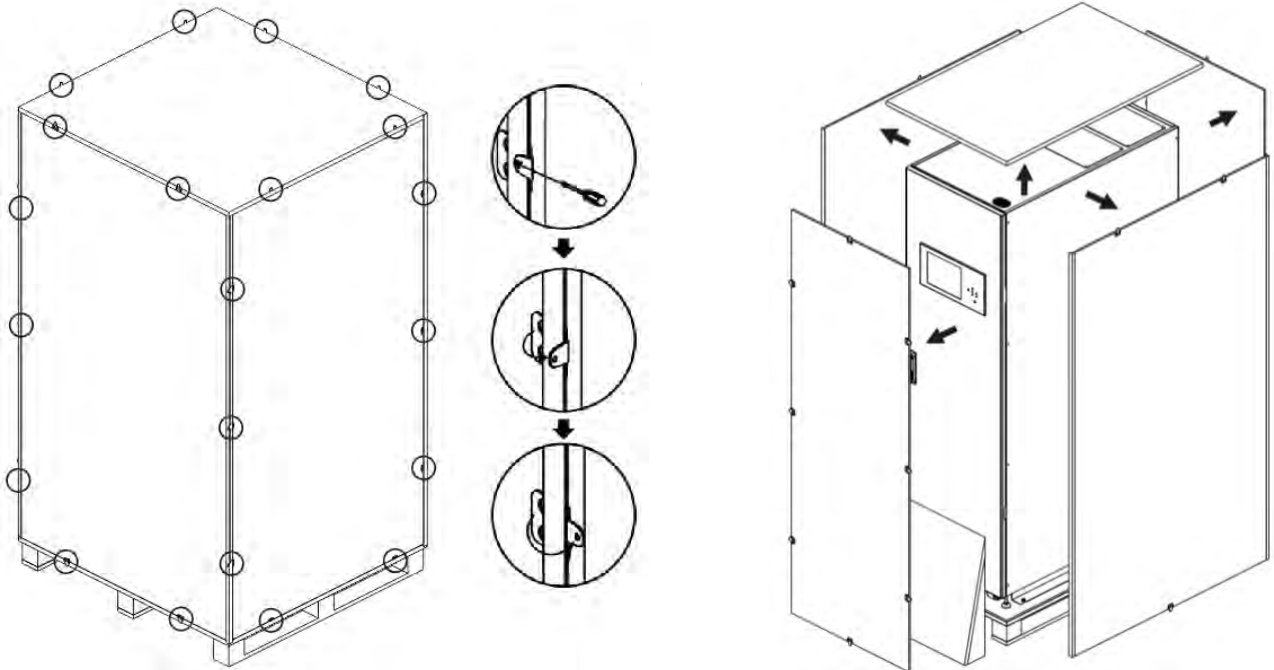

Figura 2-2
2. Siga las instrucciones de la Figura 2-2 para eliminar el cajón y las espumas.